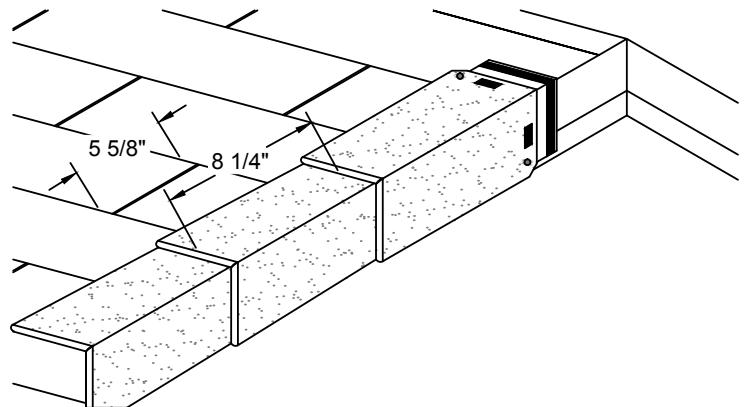

Figura 13 - Aplicación de las tejas EZ-Ridge® en los bordes de faldón del techo
2. Coloque el extremo terminado de alto perfil de las tejas EZ-Ridge® en la posición más baja (*vea la Figura 13*).